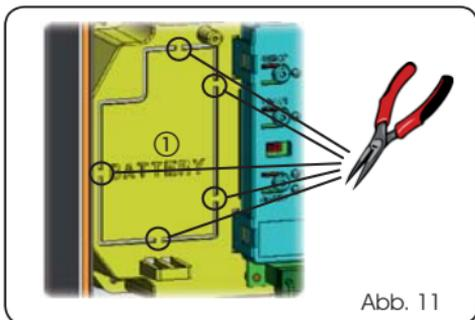

Abb. 11
Diese Halterung (Bez. ①, Abb.11) wurde so ausgebildet, dass die Öffnung des Batteriefachs möglich ist.